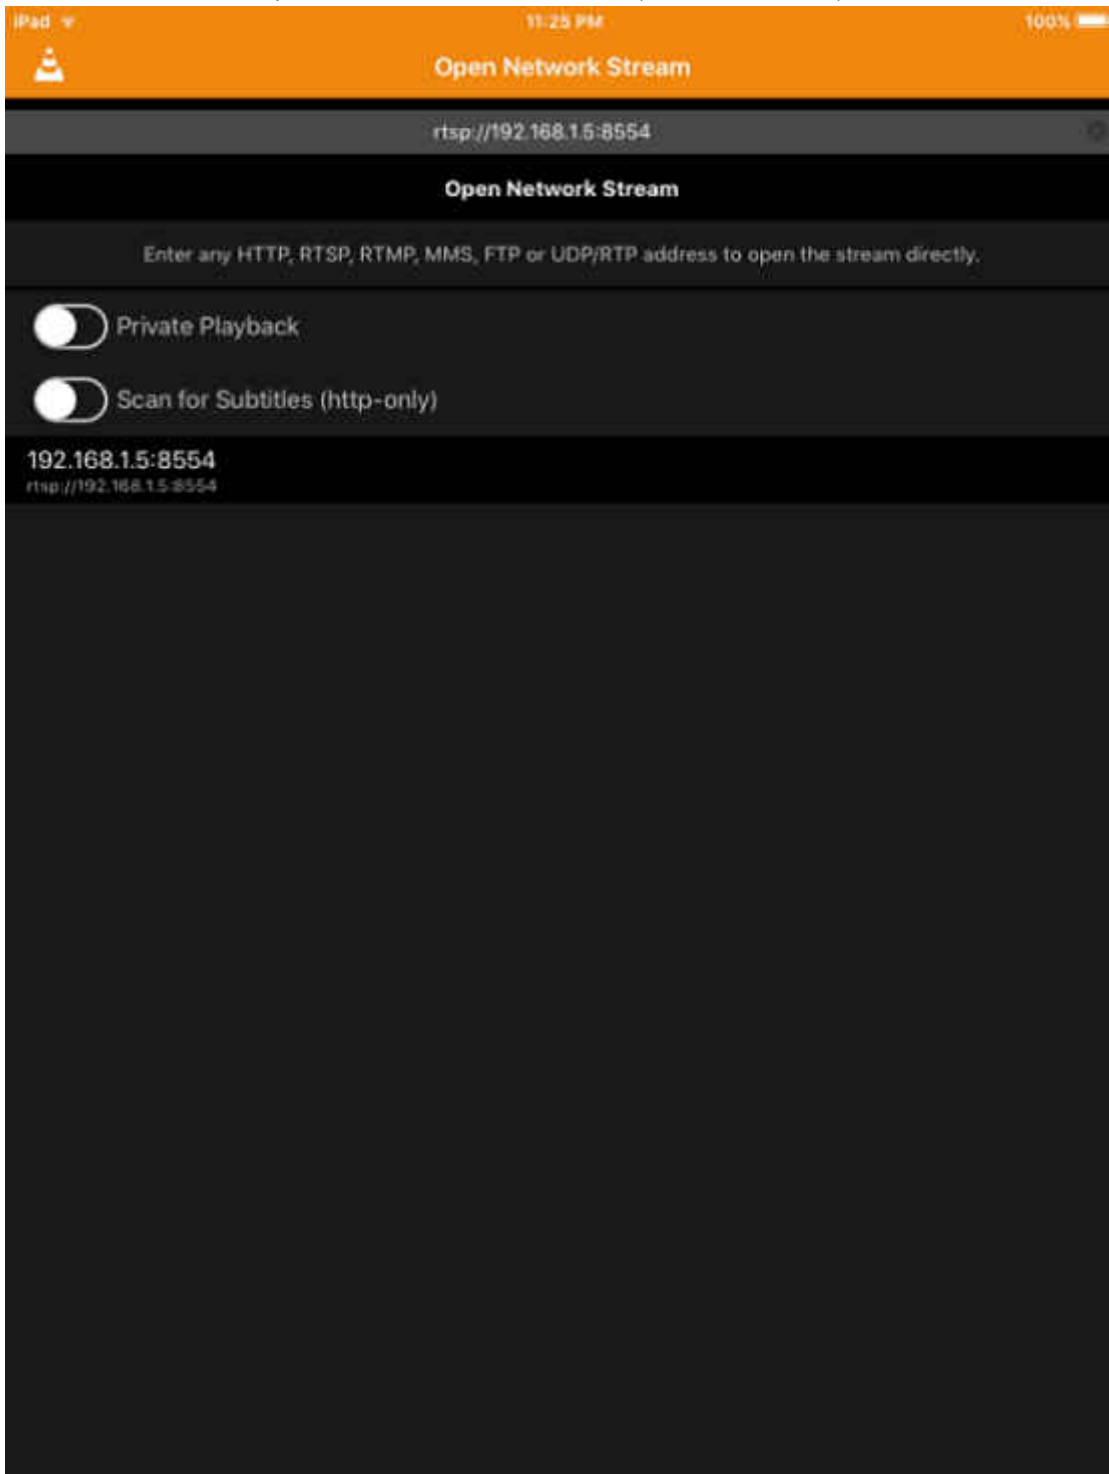

图 3-10. 输入网络 URL
- 对于网络 URL，请输入“rtsp://<local IP address>:8554”（如图 3-10 所示）。